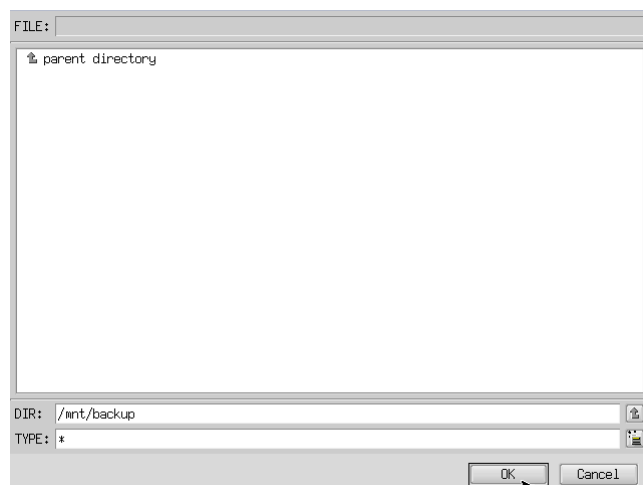

図 5-3-4. フォルダ参照画面
- ⑧ フォルダ参照画面（図 5-3-4）が表示されます。②で接続したパーティションは、/mnt にマウントされますので、/mnt 以下のフォルダを選択してください。[OK]を押すとフォルダ選択画面にもどります。